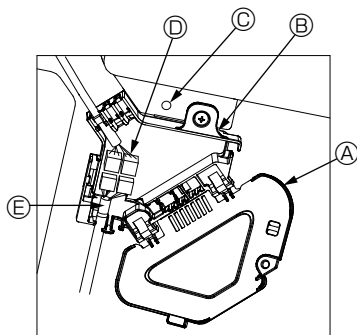

Fig. 10-8
- 2 Надежно подключите переходное соединительное устройство мотора дефлектора и соединитель провода мотора дефлектора панели в коннекторной коробке. (Fig. 10-8)